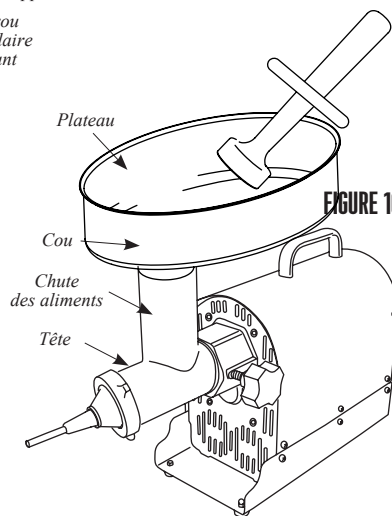

FIGURE 10
7. Insérer le col du plateau dans la chute d'aliments (FIGURE 10).
8. NE JAMAIS utiliser le hachoir sans le plateau bien fixé (FIGURE 10).